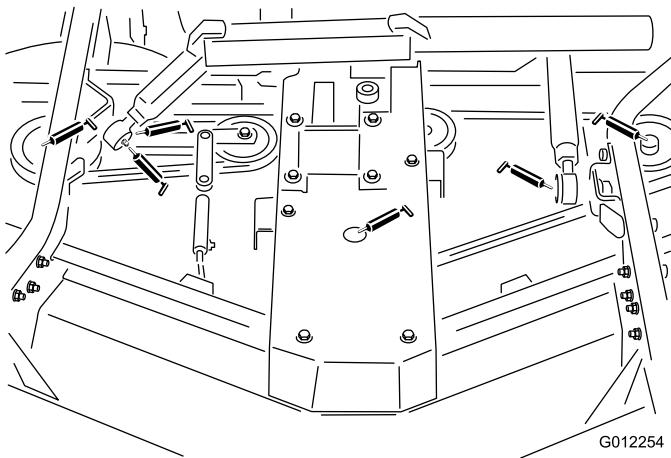

Figura 17
- Cojinetes del eje de la cuchilla (Figura 17)
- Pivote del brazo tensor (Figura 17)
- Articulaciones esféricas de los brazos de empuje izquierdo y derecho (Figura 17)